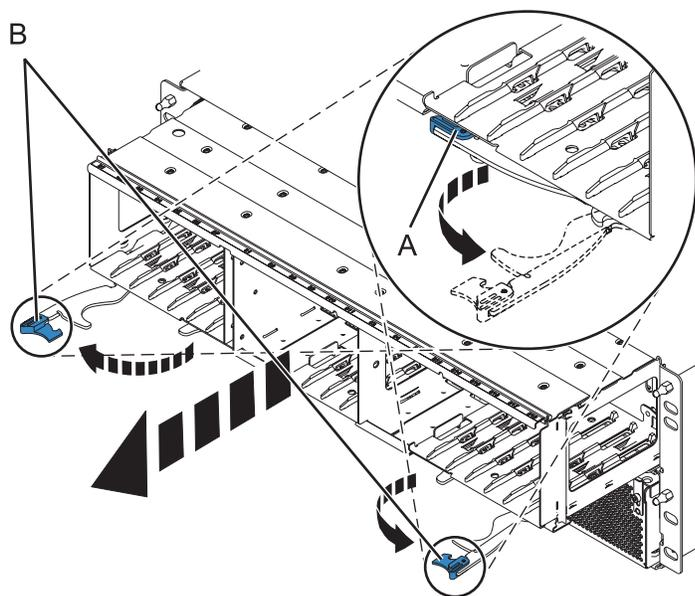
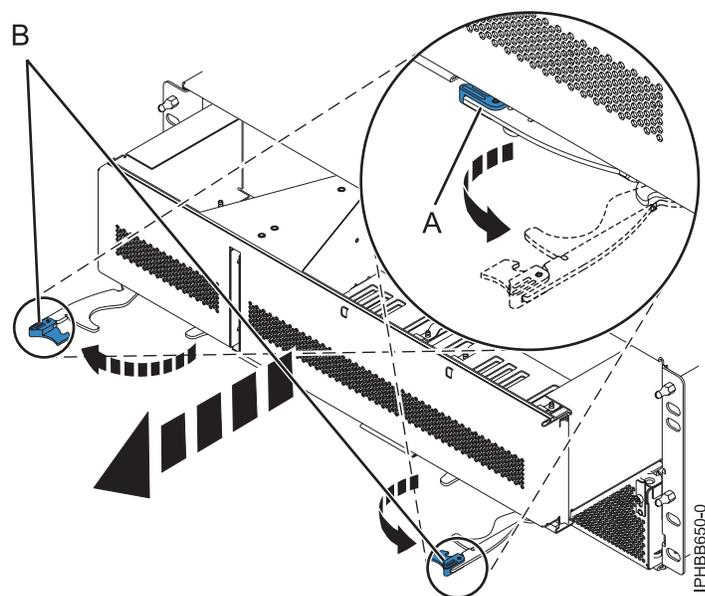

Figura 3. Extracción de la placa posterior de la unidad de disco del alojamiento
Figura 4. Extraer el panel de relleno de placa posterior del alojamiento
10. Quite la placa posterior de la unidad de disco de la unidad de expansión 5802 como se muestra en la Figura 3 en la página 6 o quite el panel de relleno de placa posterior de la unidad de expansión 5877 como se muestra en la Figura 4 en la página 6.